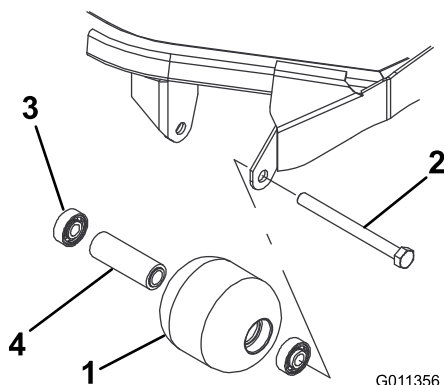

Рисунок 63
1. Снимите болт крепления валика (Рисунок 63).
4. Осмотрите корпус, подшипники и распорную втулку подшипника валика на наличие повреждений (Рисунок 63). Замените все поврежденные компоненты и соберите их.
1. Запрессуйте передний подшипник в корпус валика (Рисунок 63). Прикладывайте усилие только к наружному кольцу или одинаковое усилие к внутреннему и наружному кольцам.
2. Вставьте втулку подшипника (Рисунок 63).
3. Запрессуйте второй подшипник в корпус валика (Рисунок 63). Запрессуйте, нажимая с одинаковым усилием на внутреннее и наружное кольца до тех пор, пока внутреннее кольцо не войдет в контакт с проставкой.